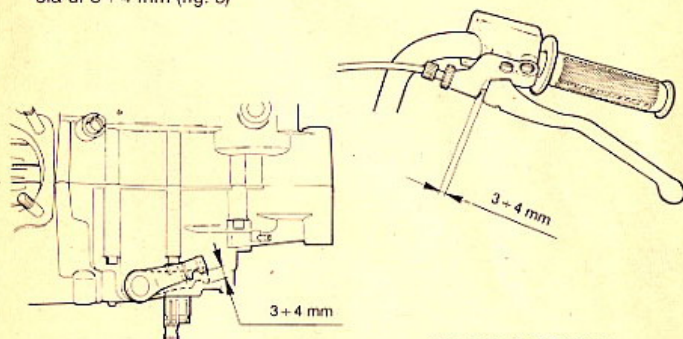

FIG. 5 Controllo gioco frizione
- 2) Controllare periodicamente la corretta registrazione della frizione verificando che la corsa a vuoto della leva di comando sul manubrio e sul motore sia di $3 \div 4$ mm (fig. 5).